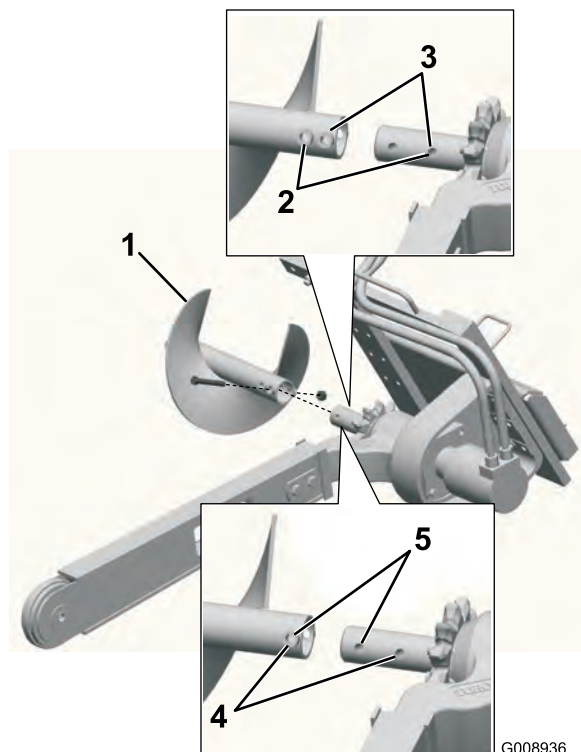

Figure 5
**Remarque:** Pour ce montage, reportez-vous à la Figure 5.